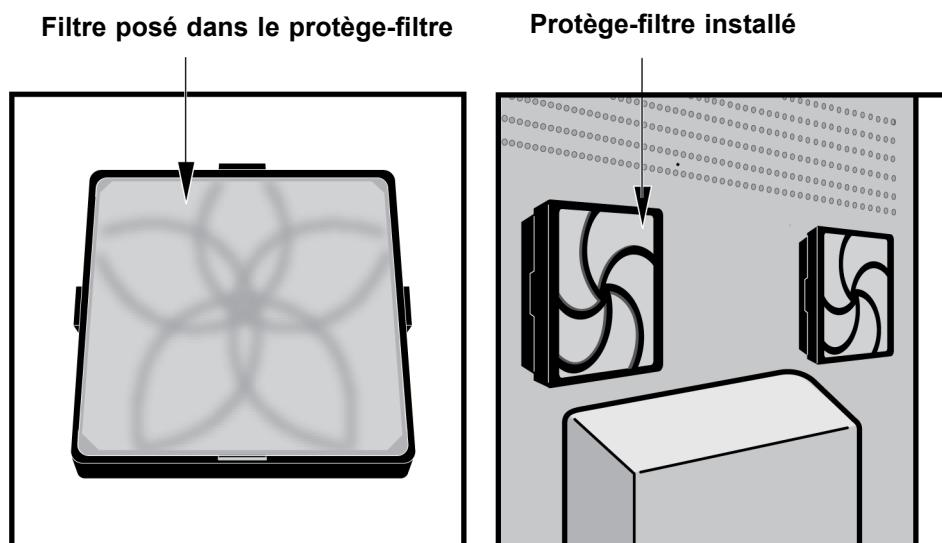

Figure 9-20. Filtre de recharge et protège-filtre installés
- Mettez le protège-filtre de ventilateur et le filtre en place d'un seul tenant. Appuyez les côtés du protège-filtre fermement sur le boîtier du ventilateur jusqu'à ce que les attaches s'enclenchent solidement sur le ventilateur. Appuyez sur le bas du protège-filtre jusqu'à ce que les attaches s'enclenchent solidement sur le ventilateur. Voir la Figure 9-20.